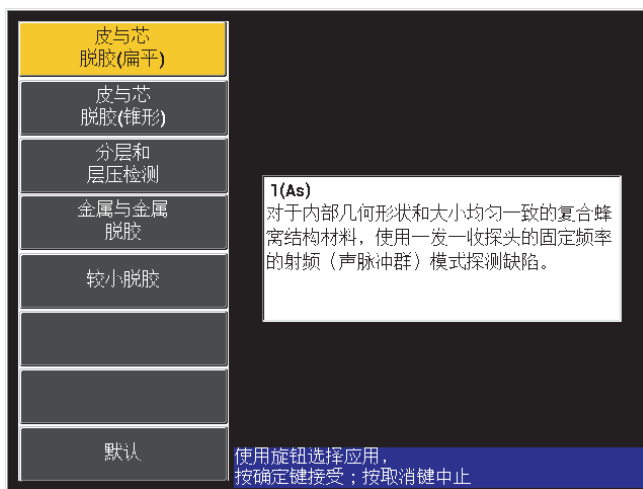

图 6-2 蒙皮与蜂窝芯脱粘（扁平）应用
3. 选择**皮与芯脱胶（扁平）**应用，然后按确定键（）接受（参见第 113 页的图 6-2）。